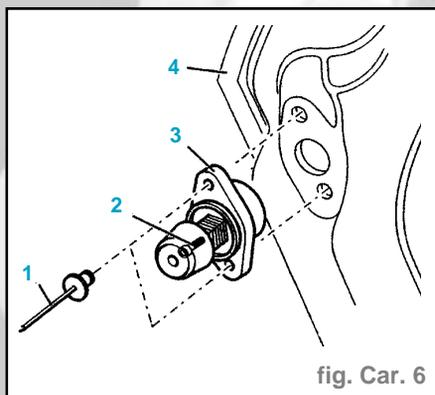

fig. Car. 6
- Desserrer la vis de calage (2) et extraire légèrement la butée de réglage (fig. Car. 6).